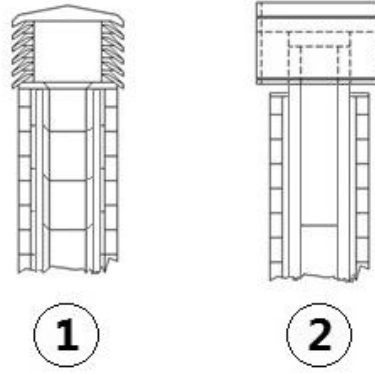

Fig. 4 - Rüzgar geçirmez baca başlıkları
- Rüzgar geçirmez bir baca başlığı tavsiye edilir, bkz. **Fig. 4**.
- Yalnız yalıtılmış inoks borular ile yapılmış yani en az Ø100/120 mm çift duvardan oluşan dış baca borusu: tamamı duvara sıkıca sabitlenmiştir. Rüzgar geçirmez baca başlığı ile (bkz. **Fig. 4**).